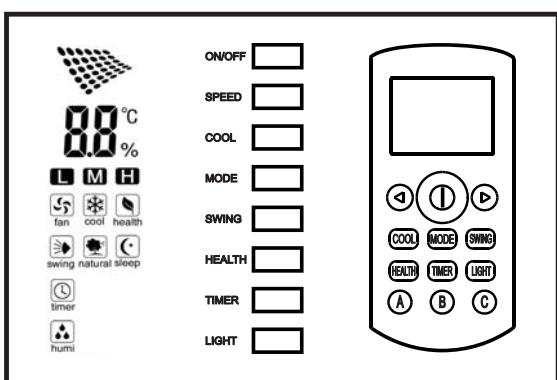

Fig. 7
► **4.2. CONTROL PANEL, USE AND FUNCTIONS FOR MODEL BC35 (Fig. 7):**